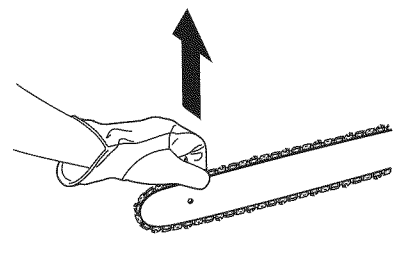

Fig. 34
4. Al terminar el ajuste, levante la punta de la guía para comprobar si la tensión es la adecuada (Fig. 34). Si la cadena todavía está demasiado floja, suelte la punta de la barra guía y dé 1/2 vuelta al tornillo de regulación de la cadena en sentido de las agujas del reloj. Repita esta operación hasta que consiga la tensión deseada.